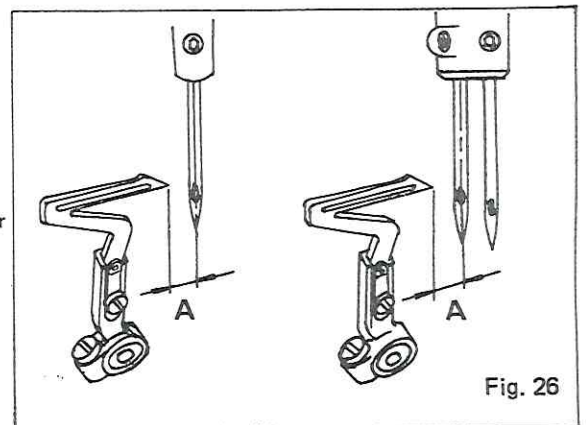

Fig. 26
(3) Lower Looper and Needle Fig. 26, 27
Ancora inferior-aguja. Fig. 26, 27
Boucleur inférieur et aiguille Fig. 26, 27